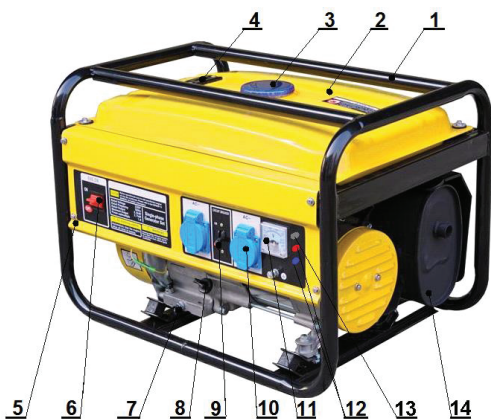

Рис. 2. Общий вид ГБ-2700, ГБ-3000
7.2.2. Открыть крышку топливного бака (3) (рис. 2).
7.2.3. Заправить бак топливом, при этом топливо заливать через фильтр(2), встроенный в горловину бака (рис. 2). Использовать чистый бензин с октановым числом не ниже 92. При заправке необходимо оставить некоторое пространство в баке для расширения топлива. Хранить бензин перед использованием не более 30 дней.